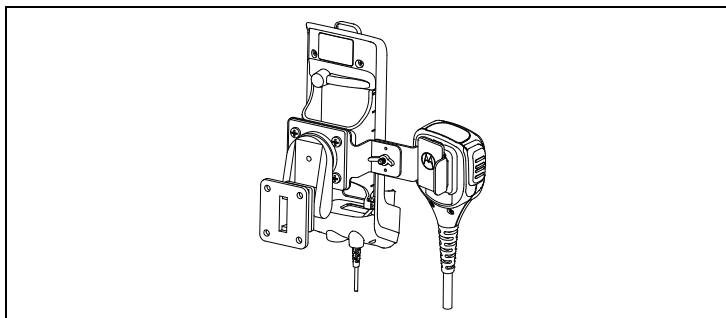

Abbildung 2: Befestigen des RSM an der Halterung
8. Durch die RSM-Halterung kann der Benutzer das RSM, wie in Abbildung 2 unten dargestellt, befestigen.